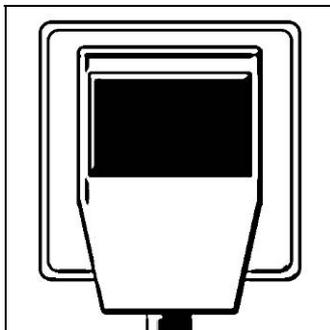

Abb.1
- Am „**Standard**“ Gerätewagen befindet sich der Schalter am Netzstecker. Abb.1